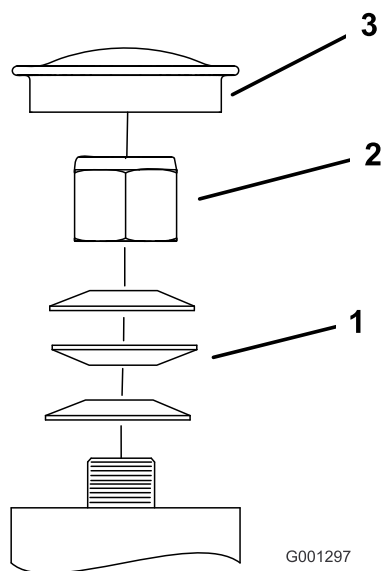

Figure 59
3. Retirez le capuchon antipoussière de la roue pivotante et serrez le contre-écrou (Figure 59).
4. Continuez de serrer le contre-écrou jusqu'à ce que les rondelles élastiques soient aplaties, puis desserrez-le de 1/4 de tour pour obtenir la précharge correcte des roulements (Figure 59).
5. Remettez le capuchon antipoussière en place (Figure 59).
Important: Veillez à placer les rondelles comme illustré (Figure 59).